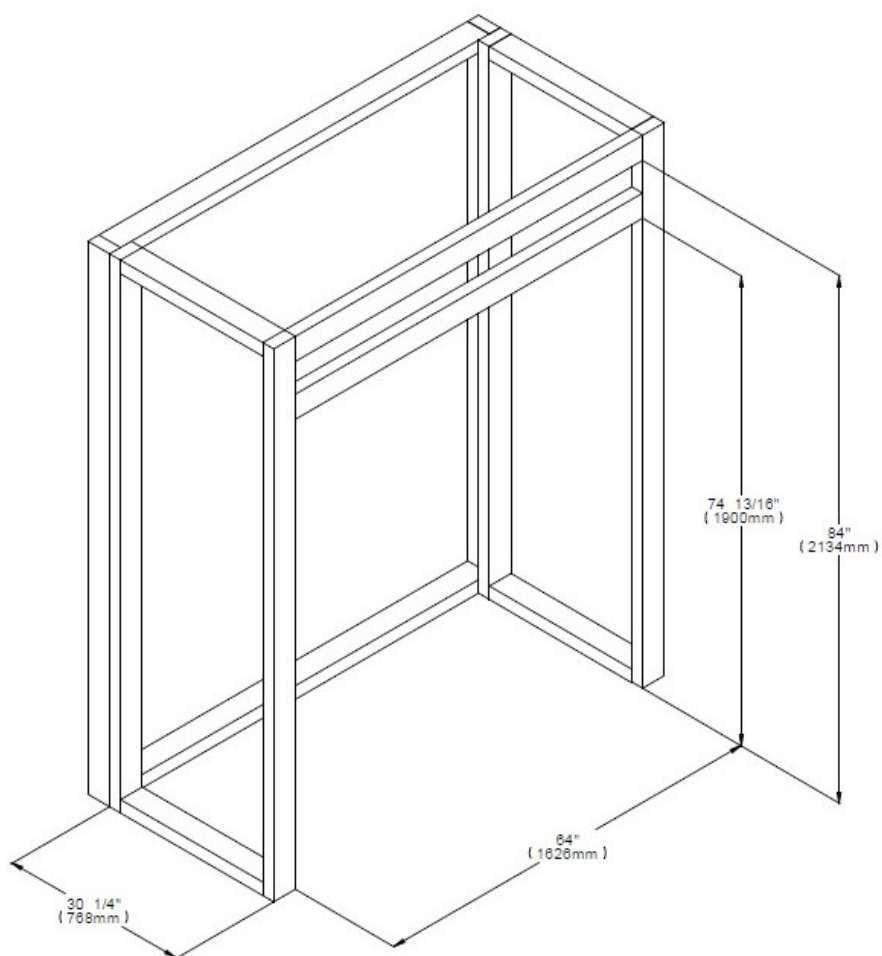
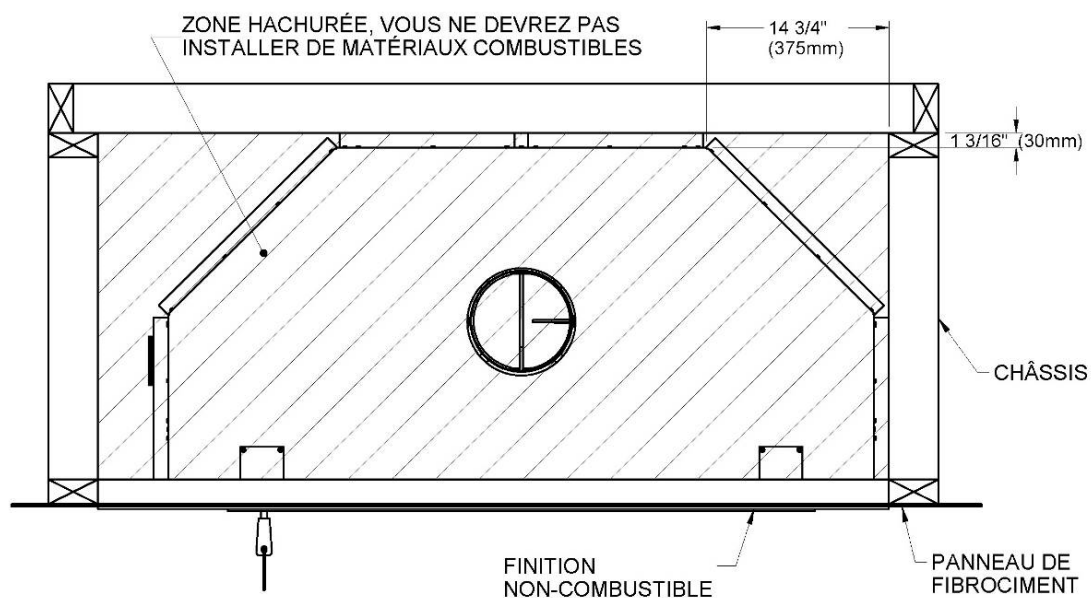

Figure 11
Figure 12
B. Construisez le châssis du foyer à l'aide de montants verticaux placés sur les côtés du foyer, allant du plancher au plafond (**voir Figure 11**). Reculez un peu les montants par rapport au rebord frontal du foyer d'un espace équivalent à l'épaisseur du matériau de finition, pour que celui-ci soit à ras de la finition du foyer (en tenant compte des limites de la **Figure 12**). Posez les entretoises entre les montants verticaux seulement de la façon suivante :